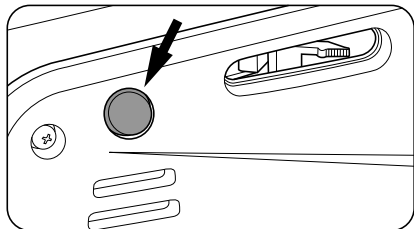

рис. 8
Ручной топливный насос (1) (рис. 8) предназначен для принудительной подачи топлива в карбюратор.